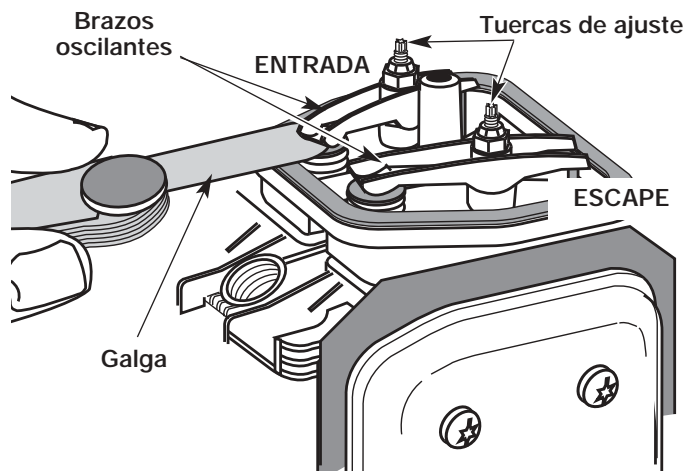

Fig. 71
9. Deslice la galga entre el brazo oscilante y el resorte de retorno de la válvula. Mida el huelgo entre el vástago de la válvula y el brazo oscilante (Fig. 71). Realice esto en las válvulas de entrada y de escape.
El huelgo recomendado para las válvulas de entrada y de escape es 0,076 – 0,152 mm (0,003 – 0,006 pulgadas). Use un calibrador regular de automóvil de 0,127 mm (0,005 pulgadas). El calibrador debe deslizarse entre el balancín y el vástago de la válvula con una ligera cantidad de resistencia, sin doblarse (Fig. 71 y 72).